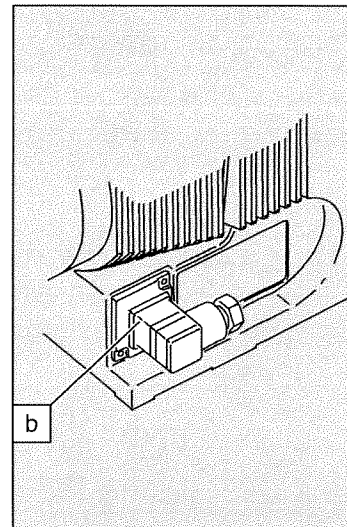

Fig. 16
- ▶ Placez le joint de la fiche du câble du relais dans le couvercle du relais et vissez la fiche du câble du relais (voir fig. 16 : b).